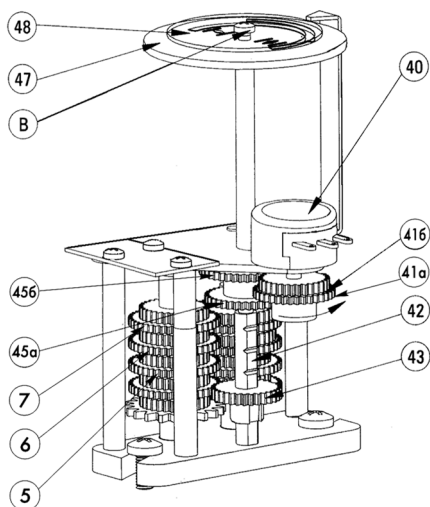

Рис. 4 Индикатор положения затвора арматуры
Индикатор положения затвора арматуры (рис. 4) состоит из набора установочных шестерен, потенциометра (40) (рис. 4), регулируемых дисков с указателем положения затвора (47, 48). На стержне (42) имеется 4 зубчатых зацепления, позволяющих фиксировать шестерню (43), для трехступенчатой индикации положения затвора арматуры.